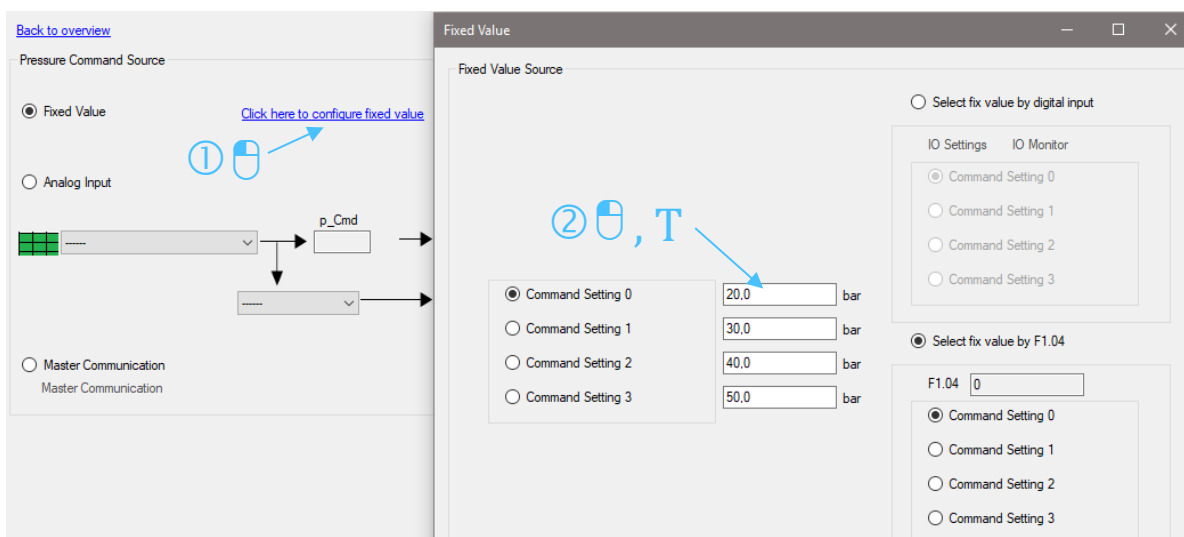

Abb. 23: Drucksollwert fest eingestellt 2/2
3. Tragen Sie bei „Command Setting 0“ den gewünschten Drucksollwert ein (siehe Abb. 23: Drucksollwert fest eingestellt 2/2).